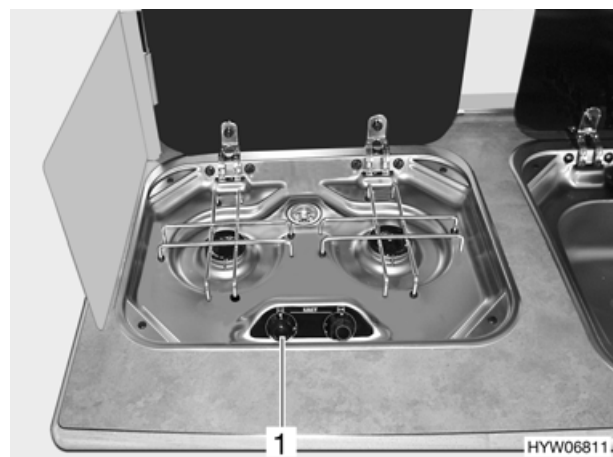

Fig. 47 Comandi del fornello a gas
- Ruotare il pomello girevole (Fig. 47,1) in posizione Fiamma alta "🔥", premerlo e tenerlo premuto finché il gas non arriva al bruciatore.